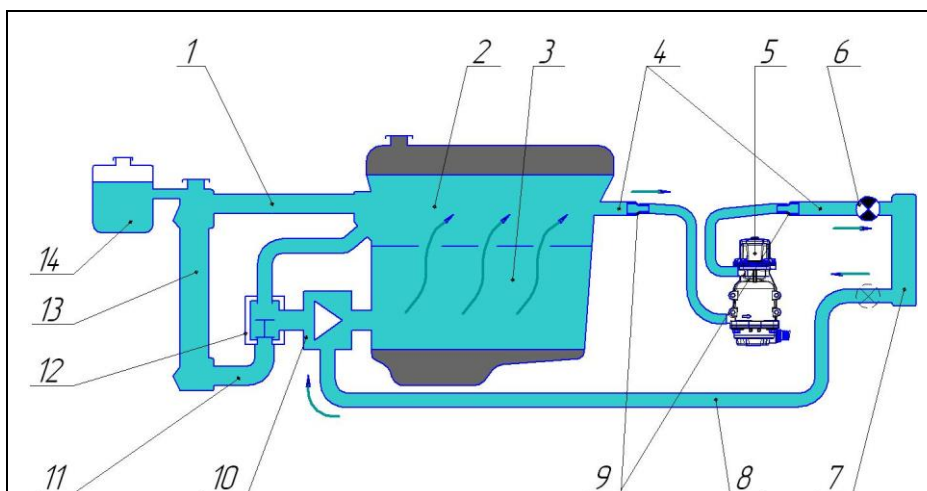

Рисунок 3
6.2 В состав комплекта входят детали и материалы, позволяющие произвести монтаж подогревателя на автомобиле по схеме, представленной на рис. 3. Подключение подогревателя к контуру циркуляции ОЖ производится через шланг подачи ОЖ от двигателя к радиатору отопителя салона независимо от расположения термостата.
6.3 Подогреватель должен быть установлен строго в вертикальном положении (насос вверху, рис. 3).
**⚠ ВНИМАНИЕ!** Для автомобилей оснащенных инновационной системой терморегулирования ИТМ (ряд бензиновых двигателей TSI, FSI и дизельных TDI концерна Volkswagen) монтаж подогревателя по схеме рис. 3 через отопитель салона не допускается из-за наличия в системе управляемых электромагнитных клапанов.